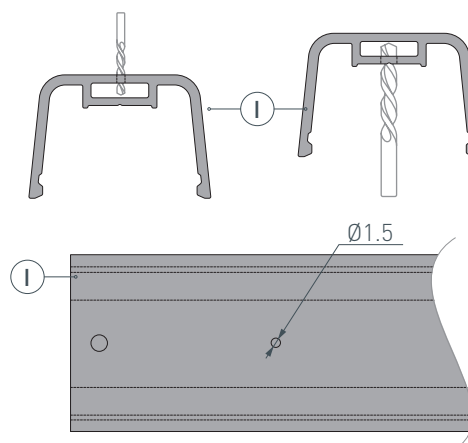
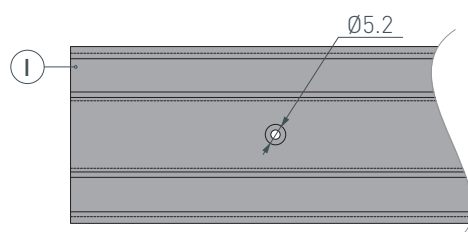

Рис. 2. Подготовка отверстий для установки троса подвеса Ⓥ. Вид сверху
Рис. 3. Подготовка отверстий для установки троса подвеса Ⓥ. Вид снизу
- 2** / На одном уровне просверлите отверстия $\varnothing 1.5$ и $\varnothing 5.2$ в профиле Ⓘ для последующей установки троса подвеса Ⓥ, как показано на рис. 2 и рис. 3.